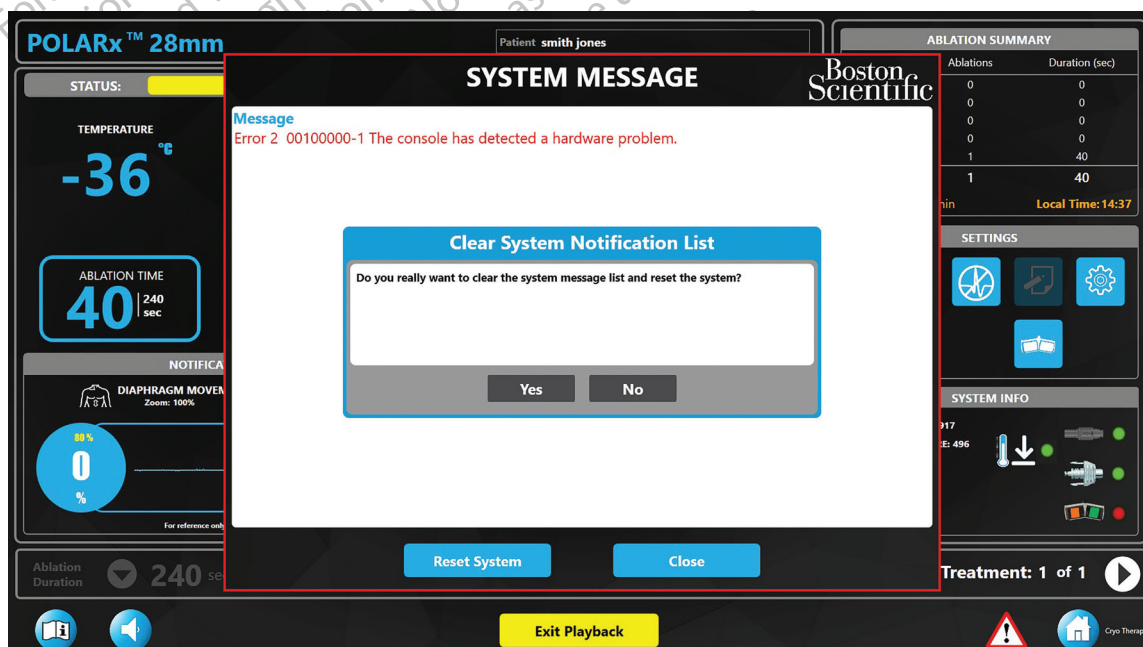

Abbildung 22. Fenster Clear System Notifications List (Liste Systemmeldungen löschen)
- Die Schaltfläche **Reset System** (System zurücksetzen) drücken, um alle aktiven Meldungen zu löschen (siehe Abbildung 22).